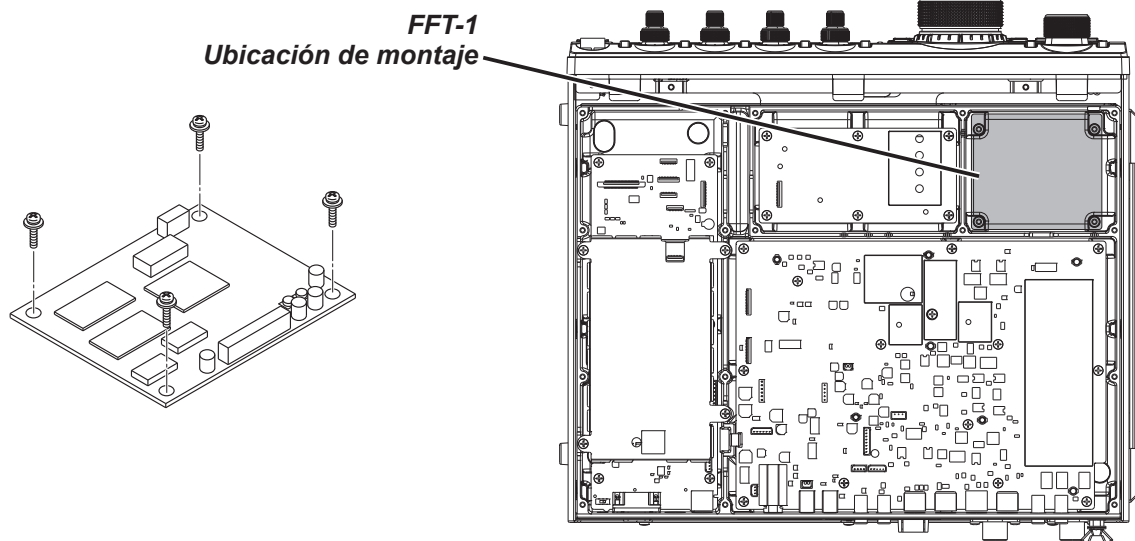

FIGURA 2
4. Véase la Figura 2 para la ubicación de montaje del **FFT-1**.